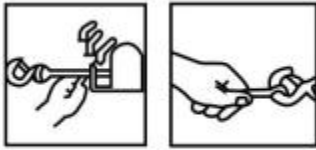

Figuur 1.
1. Maximaal werken Laadvermogen zit op de draad touw Laag die het dichtst bij de trommel. **DOEN NIET OVERBELAST. DOEN NIET POGING LANGDURIG TREKT BIJ ZWAAR LADINGEN.** Overbelasting kan de lier en/of de draad beschadigen touw En creëren onveilige bedrijfsomstandigheden. **VOOR LADINGEN OVER 1/2 NOMINAAL VERMOGEN, WIJ BEVEEL DE GEBRUIK VAN DE OPTONALE TREK BLOK NAAR DUBBELE LINE DE WIRE TOUW(** Figuur 1). Dit vermindert de Belasting op de lier en de spanning op de draad touw door ongeveer 50%. Bijvoegen haak naar Belasting - lager onderdeel. De motor van het voertuig zou dat moeten doen zijn loopt tijdens lierbediening. Als aanzienlijk lieren is uitgevoerd met de motor uit, de batterij kan zijn te zwak voor herstart de motor.
terwijl de houding toeneemt is altijd naar eigen goeddunken onthoud dat jouw lier is naar worden bediend met de draad touw in een onderwondoriëntatie aan de draad touw trommel (Figuur 1). jouw lier is ontworpen om TOUW IN EN TOUW UIT in één